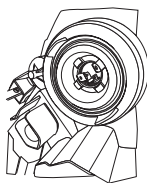

Figura 2
- Asegúrese de que el faro tiene una junta selladora y un resorte metálico o un mecanismo de agarre similar. Utilice el resorte para fijar la bombilla como se muestra en la figura 2.